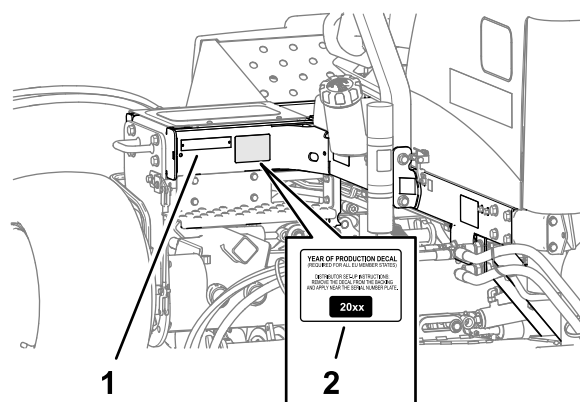

Figura 21
1. Pulite il telaio sinistro in prossimità della piastra del numero di serie/modello con alcol e lasciate che il telaio si asciughi (Figura 21).